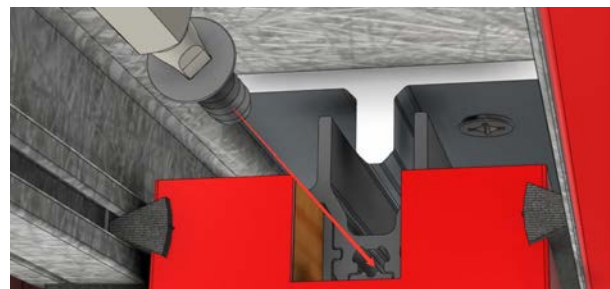

Fig A9
- Inserte el riel estructural y deslicelo hasta que sienta un tope definitivo. La posición correcta es aproximadamente a 3/4" del borde del panel; véa la Fig. A9.
- Fije el riel a la base con el tornillo de cabeza plana negro #10 x 3/4" del kit de instalación, tal como se muestra en la Figura A9.